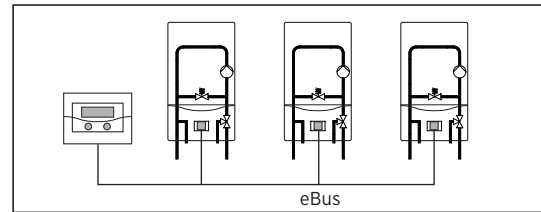

Rys. 3.1 Zatrzaśnięcie płytki obwodów elektronicznych
- Wsunąć płytkę (1) pod uchwyty mocujące (2), tak jak pokazano na rysunku 3.1.
- Ostrożnie wciskać płytkę prowadzoną między kołkami centrującymi aż do zatrzaśnięcia w zaciskach (3), patrz rys. 3.1.